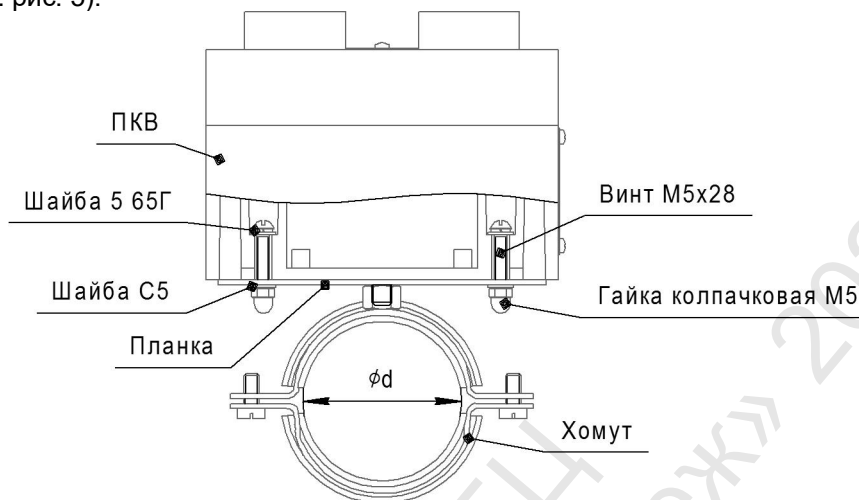

Рис. 4 – Установка монтажных планок
- установить и закрепить монтажные планки с хомутами (верхняя планка не устанавливается при опциональной поставке козырька) на корпус изделия из состава комплекта монтажных частей РР.292.06.020 (см. рис. 4);